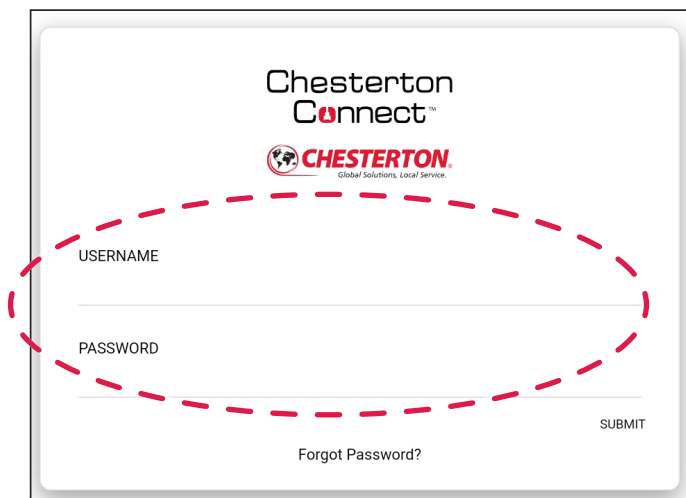

Abbildung 36
4. Der Webbrowser wird geöffnet. Geben Sie im Webbrowser den **Benutzername** (Firmen-E-Mail-Adresse) und das **Passwort** ein (siehe Abbildung 36).